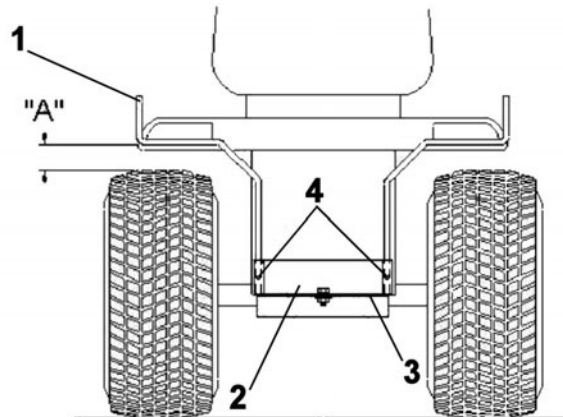

Figure 2
**NOTE:** Si vous avez un ensemble de contrepoids Berco sur l'arrière du tracteur, il n'est pas nécessaire d'installer le support de la barre de remorquage (item 2) (sauf si le 700240 est installé). Les tiges de support arrière (item 1) seront insérés dans les tubes soudés sur les supports gauche et droite de l'ensemble de contrepoids.
Insérer les tiges de support arrière (fig.2, item 1), la partie la plus longue dans le support de la barre de remorquage (item 2).
Ajuster la section horizontale du support de tiges arrière (fig.2, item 1). Afin que la tige soit 1/8" sous le garde-boue et 1" à l'extérieur du garde-boue
Une fois l'installation terminée, ajuster la cabine en tirant les tiges de support (fig.2, item 1) vers l'arrière.